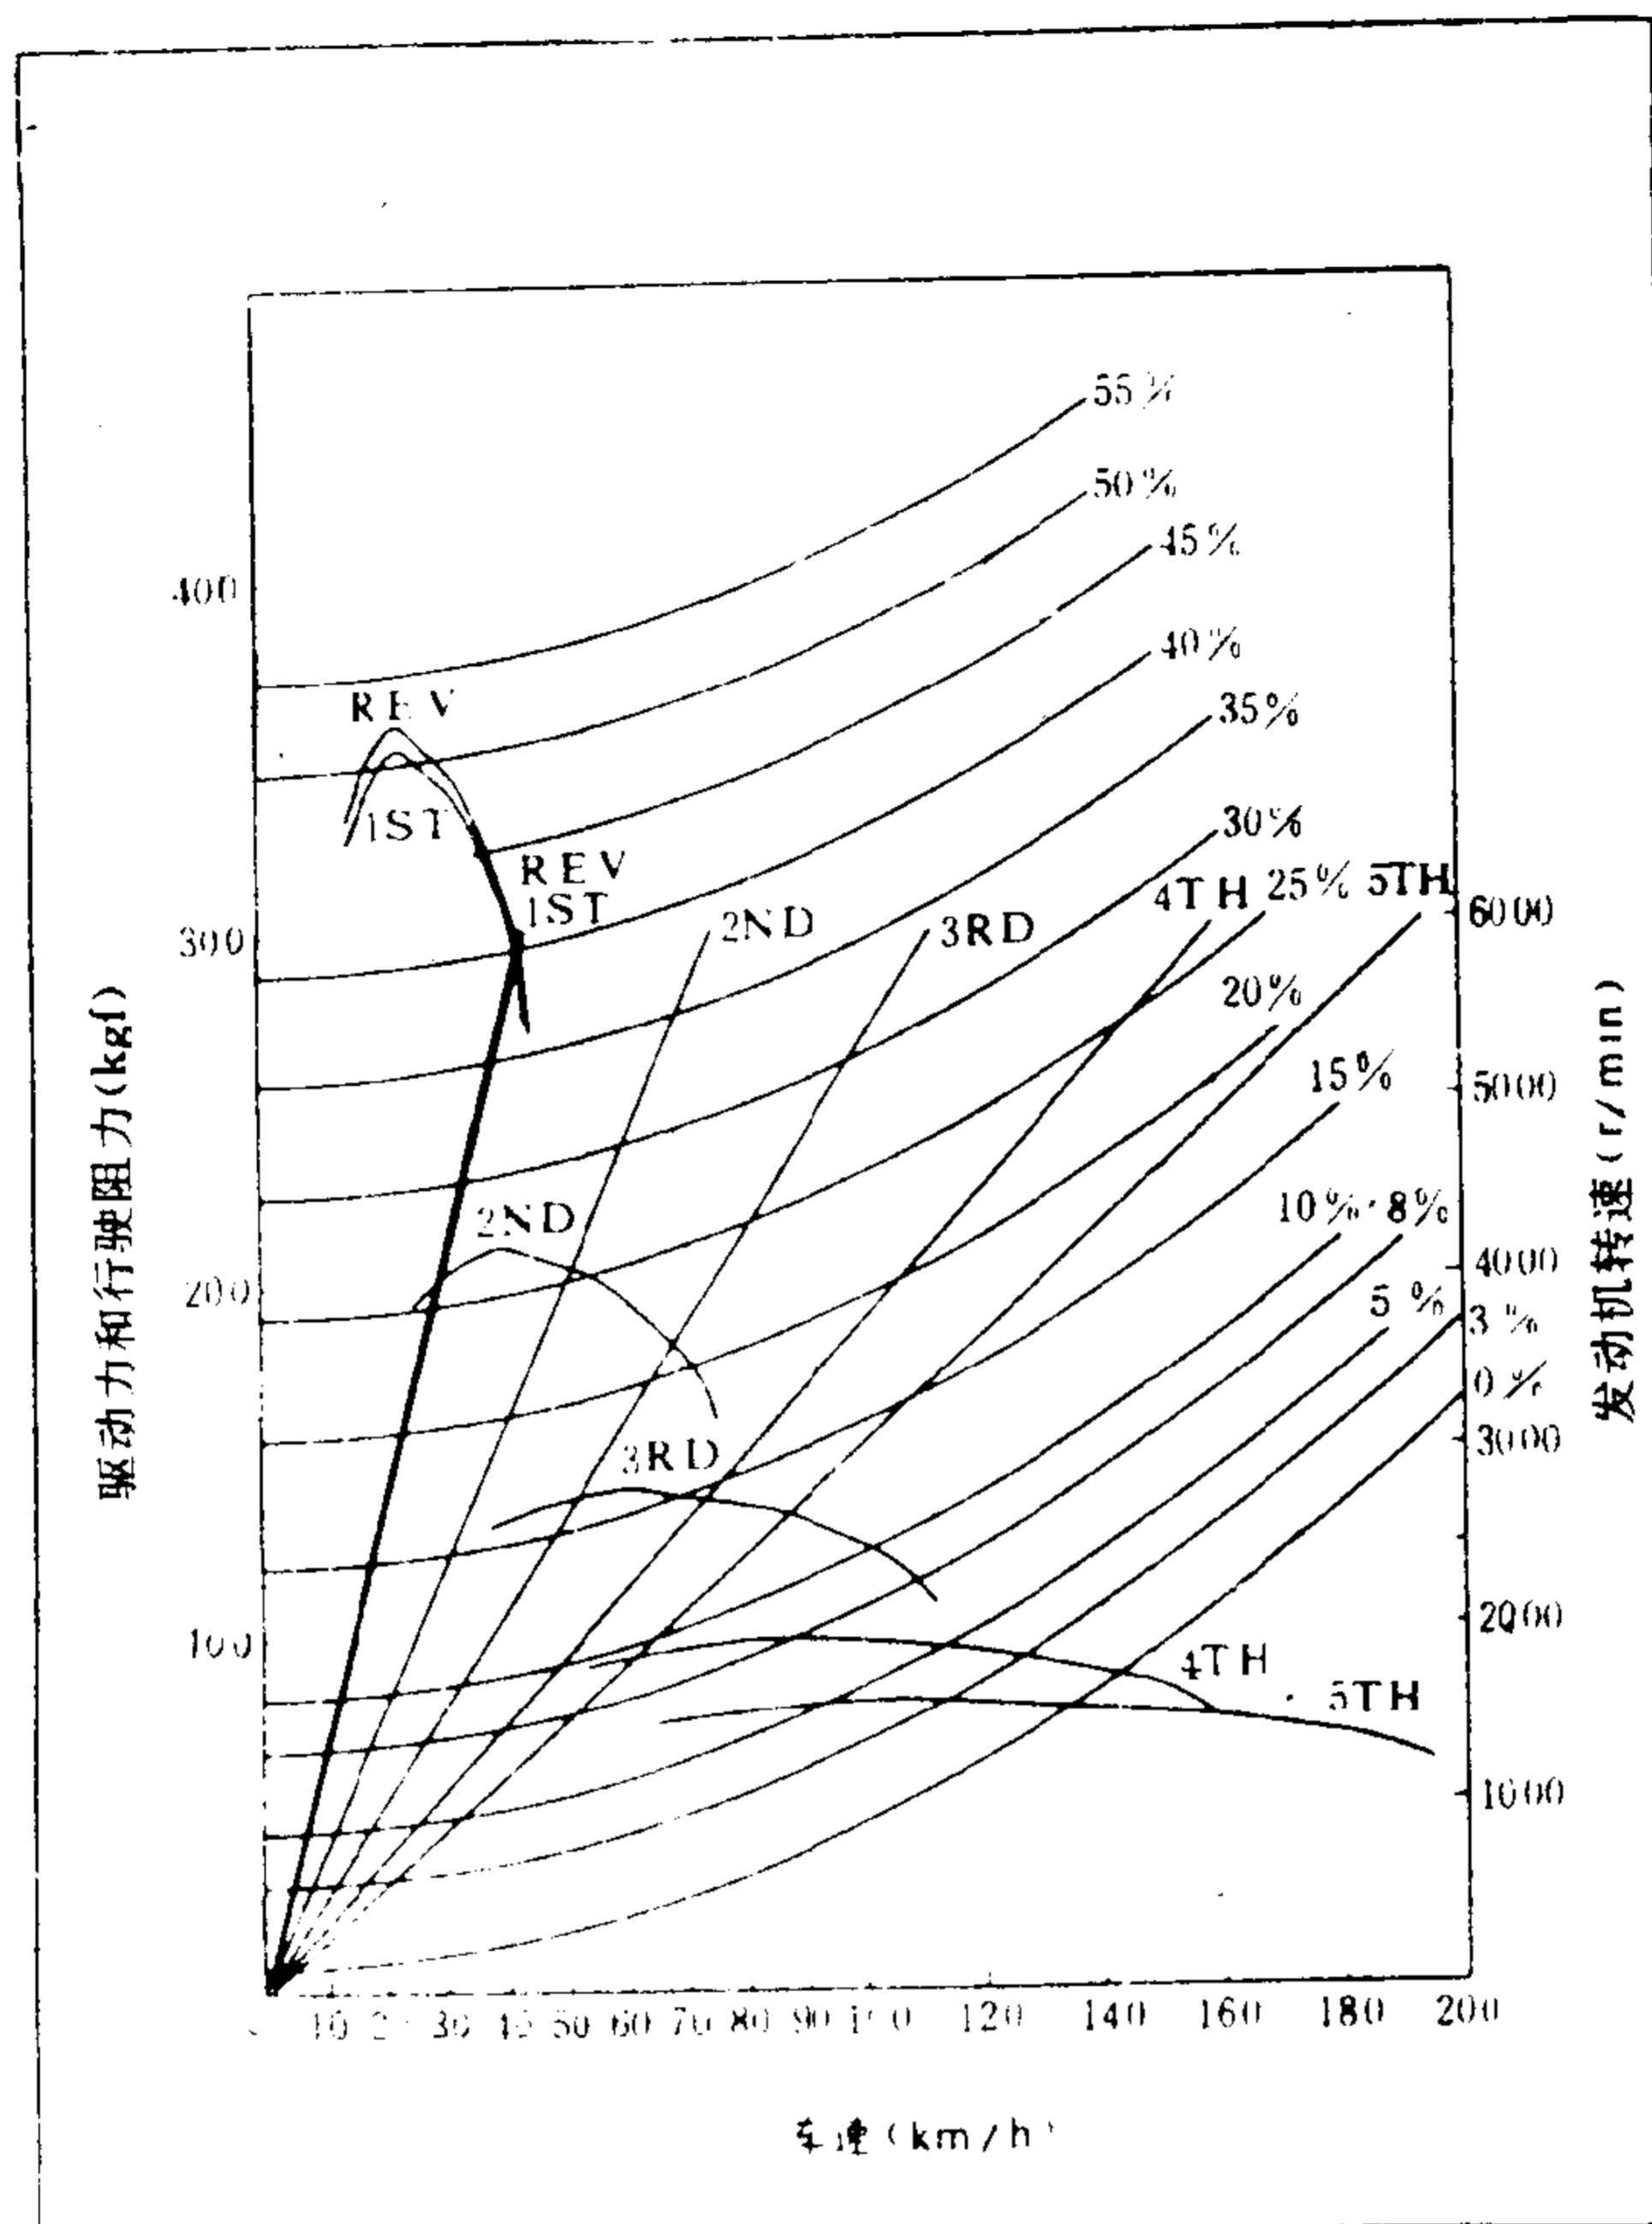

图 1.2—1 TJ7100U 型轿车行驶性能曲线图
1.2 TJ7100U型轿车行驶性能曲线(见图 1.2—1)